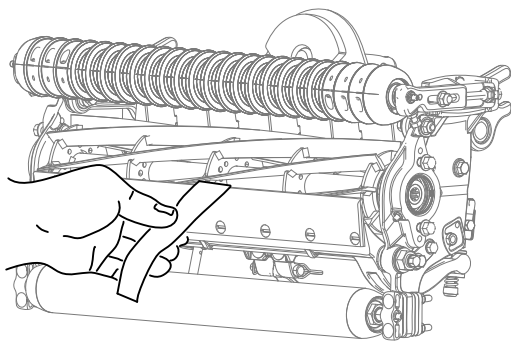

Рисунок 10
12. Проверьте характеристики скалывания, вставив длинную полоску бумаги для проверки Того между барабаном и неподвижным ножом перпендикулярно неподвижному ножу (Рисунок 10). **Медленно** вращайте барабан вперед. При этом бумага будет разрезаться.